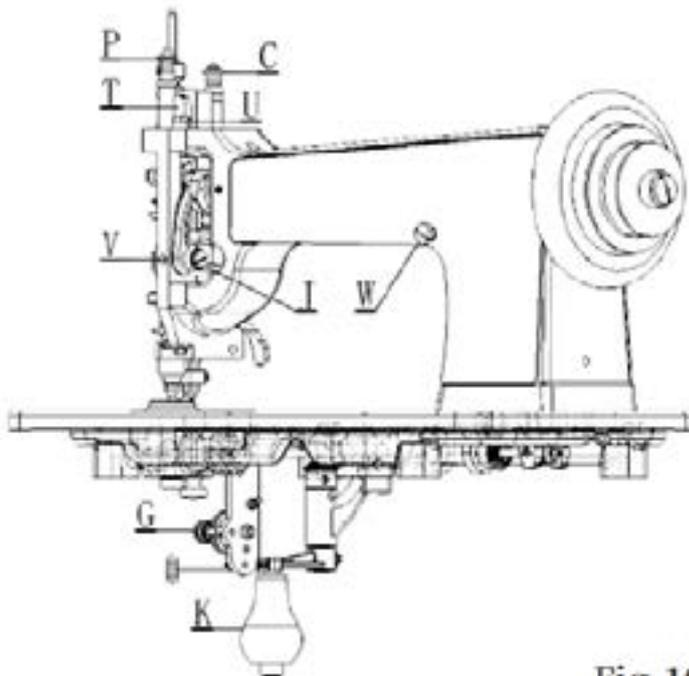

Fig.10
13. РЕГУЛИРОВКА ДАВЛЕНИЯ ПРИЖИМНОЙ ЛАПКИ (РИС. 10)
Давление на прижимную лапку регулируется барашковым винтом С (Рис. 10). Для увеличения давления поверните барашковый винт вправо или вниз. Для уменьшения давления поверните винт влево или вверх.
Чтобы поднять прижимную лапку, вставьте отвертку в отверстие V (Рис. 10) и ослабьте находящийся там установочный винт. Затем можно повернуть эксцентриковый регулировочный штифт J, чтобы установить лапку на нужную высоту; после этого затяните установочный винт в отверстии V.
14. РЕГУЛИРОВКА НАТЯЖЕНИЯ НИТИ (РИС. 10)
Натяжение нити регулируется барашковой гайкой G (Рис. 10), расположенной слева от тарелок натяжения. Чтобы увеличить натяжение, поверните эту гайку на себя. Чтобы уменьшить натяжение, поверните эту гайку от себя. Натяжение должно быть лишь достаточным для предотвращения пропуска стежков.
15. РЕГУЛИРОВКА ДЛИНЫ СТЕЖКА (РИС. 10)
Длина стежка регулируется винтом T (Рис. 10). Чтобы удлинить стежок, ослабьте стопорный рычаг U и поверните винт T влево или вверх, затем затяните стопорный рычаг U.